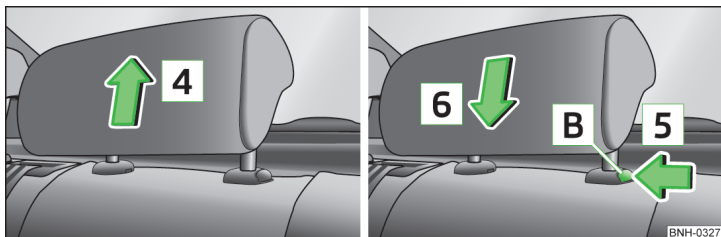

Abb. 50 Höhe der Kopfstütze hinten einstellen
- › Die Stütze **nach oben** in Pfeilrichtung **4** » Abb. 50 verschieben.